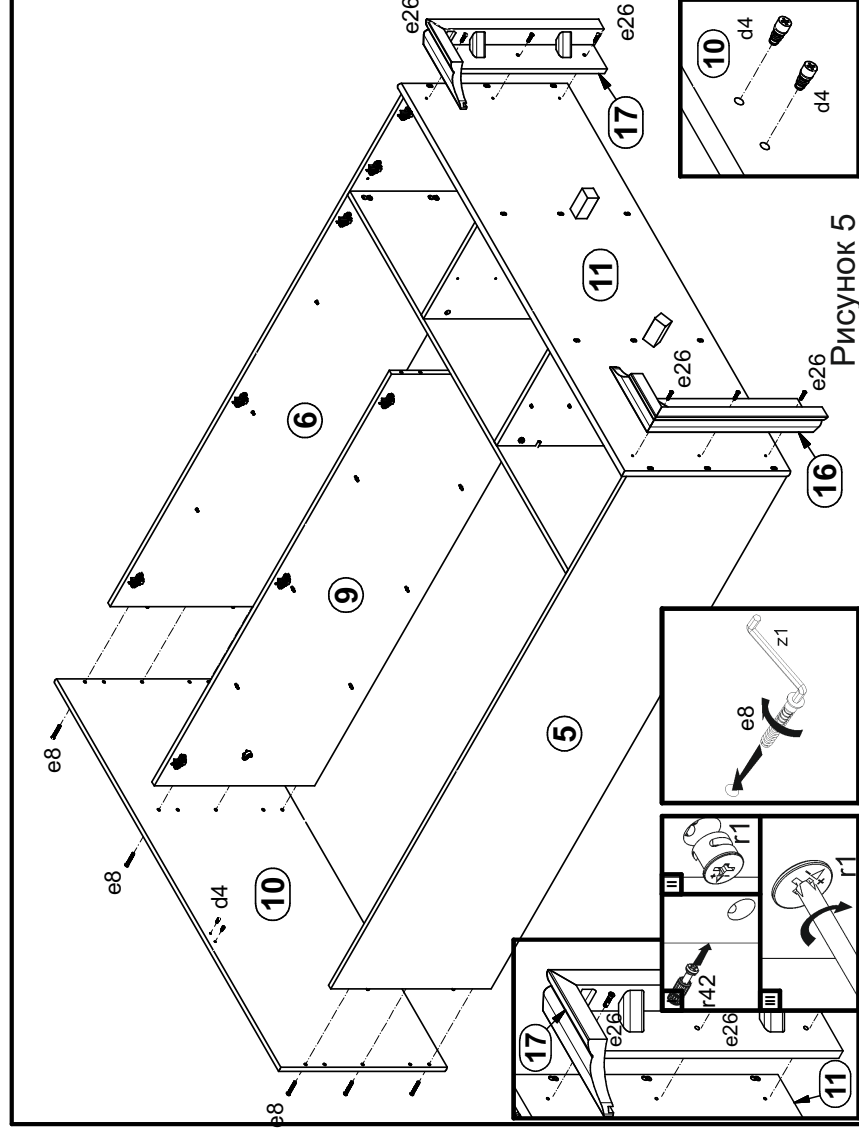

Рисунок 5
9. В отверстия $\varnothing 5$ мм на нижней поверхности щита верхнего **10** вкрутить ограничители двери **d4** (см. рис. 5).
12. В отверстия $\varnothing 8$ мм на нижней поверхности щита нижнего **11** еврошурупами **e26** закрепить ноги **16, 17** (см. рис. 5).